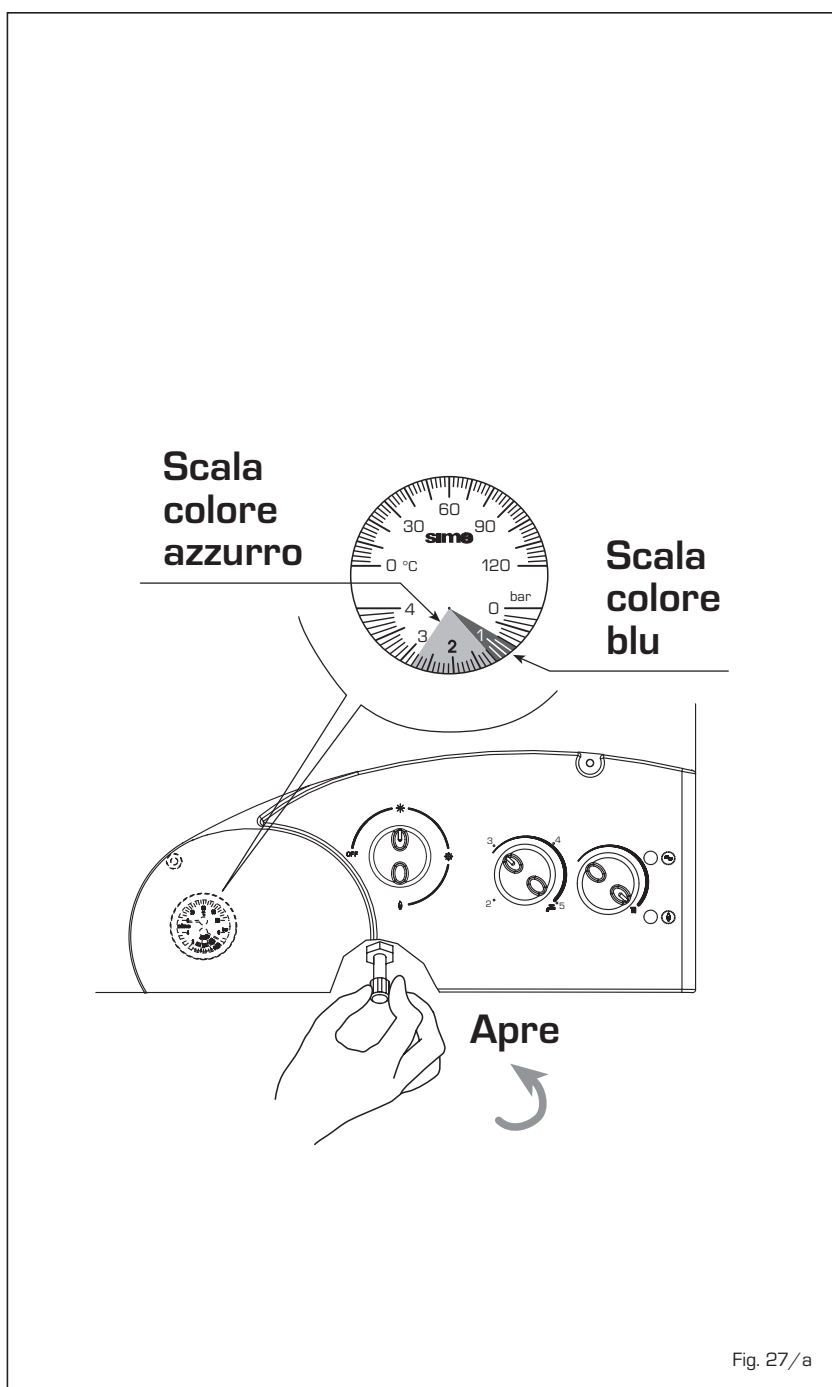

Fig. 27/a
- **Altre anomalie** (fig. 27/b)